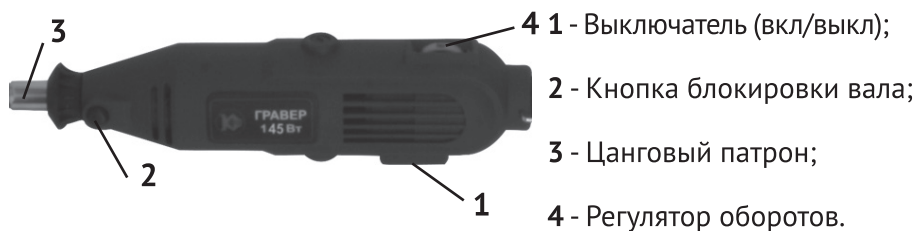

рис. 1
4.1 Общий вид гравёра схематично представлен на рис. 1
6.2 Нажмите и удерживайте в нажатом положении кнопку (рис.1 поз.2) блокировки вала инструмента. Ослабьте патрон (рис.1 поз.3).
6.4 Надёжно закрепите насадку в цанговом патроне (рис.1 поз.3) плотно закрутите его, при этом следует надёжно удерживать кнопку блокировки вала (рис.1 поз.2).
7.1 Включите гравёр с помощью выключателя (рис.1 поз.1).
7.2 Изменение скорости вращения вала электроинструмента можно выполнить регулятором скорости вращения (рис.1 поз.4).